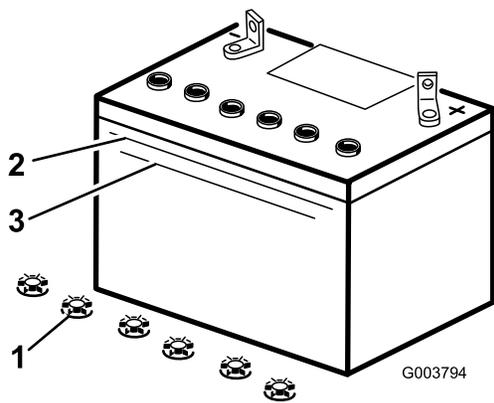

図 36
3. バッテリーを側面から見て液の量を確認する。上の線まであればよい（図 36）。バッテリー液の量が下の線より下がらないように管理する（図 36）。
6. バッテリーの補給キャップを外す（図 36）。
7. 液量が上の線に達するまで（図 36）、各セルに蒸留水をゆっくりと補給する。
8. 各セルに補給した後、5～10分待つて液量がバッテリーケースの上の線（図 36）に届かなければ蒸留水を足す。